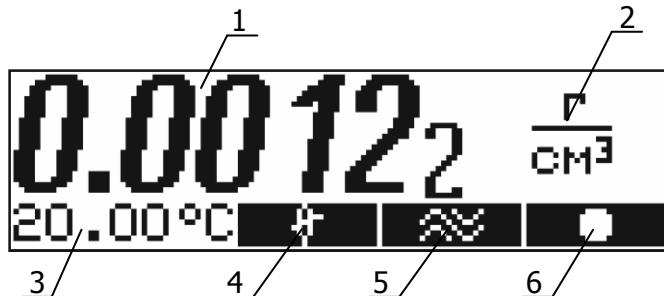

Рисунок 5 — Дисплей плотномера
- температура датчика установилась (активирован индикатор 4 рисунок 5);
- колебания капилляра стабилизировались (активирован индикатор 5 рисунок 5).